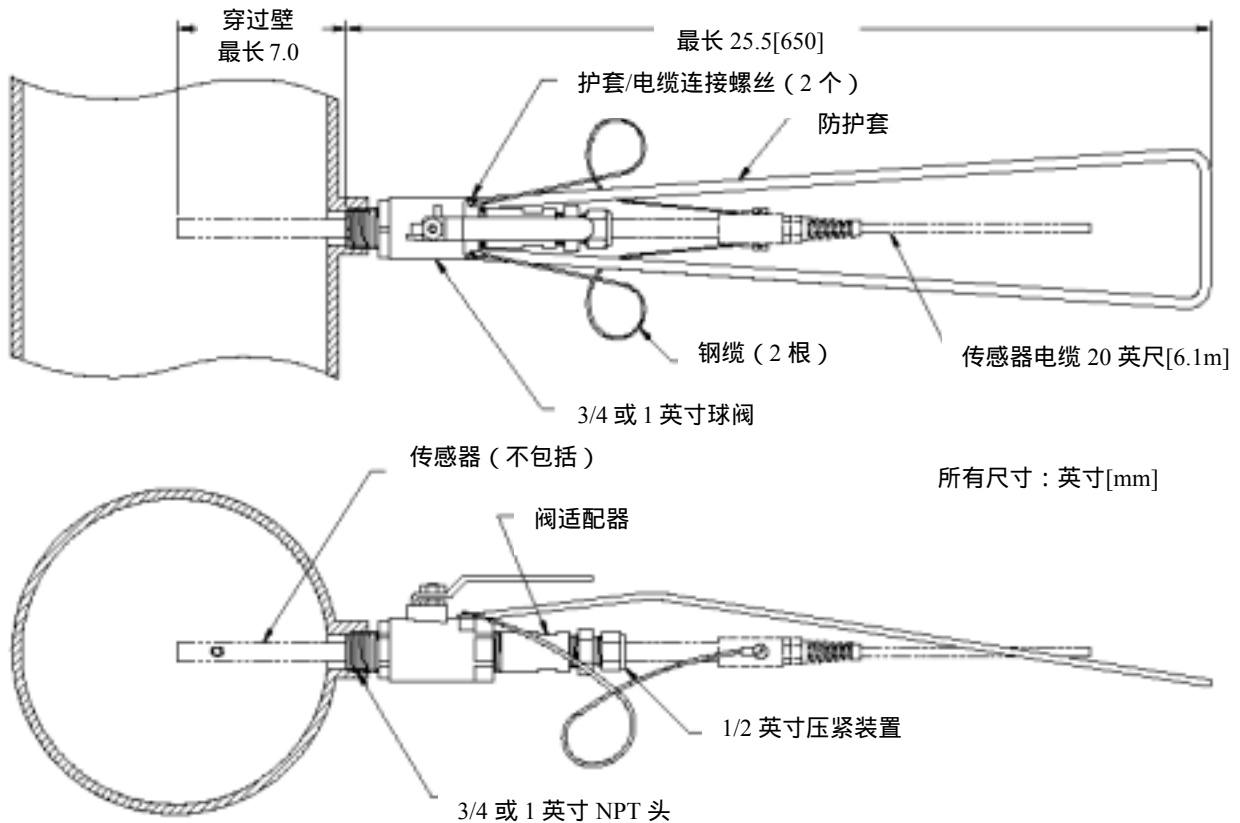

图 2-5 球阀组件安装详图
| 图 2-5 | 球阀组件安装详图 | 8 |
- 将传感器插入到管道流体中，以使过程液体可以直接流入到传感器的尾部（如图 2-5）。
- C. 将传感器插入球阀组件背面的压紧装置中。然后调节插入深度以定位传感器的“逆流”孔朝向管道流体的中心（如图 2-5）。